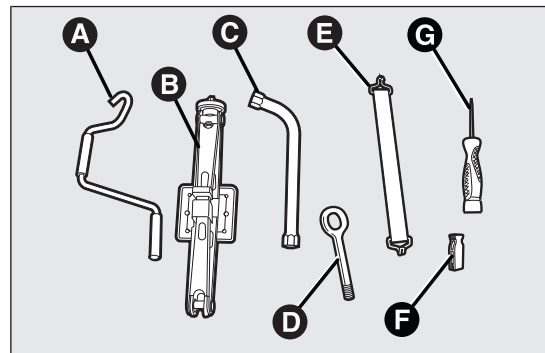
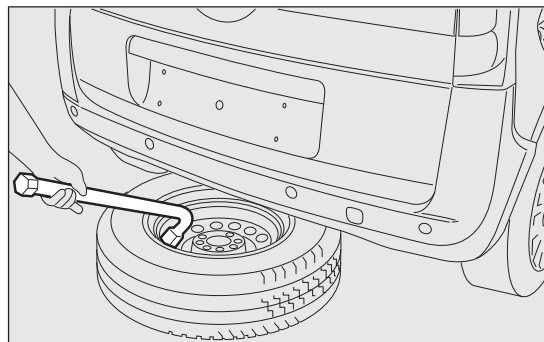

fig. 117
fig. 119
- ☐ dentro de la bolsa se encuentran las siguientes herramientas fig. 117:
- ☐ retirar la llave C fig. 117 y, interviniendo desde el interior del compartimiento de carga, desenroscar el tornillo de bloqueo del soporte de la rueda de repuesto A fig. 118 para permitir que esta última descienda. Para reducir el esfuerzo introducir el destornillador G fig. 117 en el alojamiento ubicado en el interior de la llave C;
- ☐ utilizar la llave C fig. 117 para sacar la rueda del vehículo fig. 119;
- ☐ aflojar una vuelta los tornillos de fijación de la rueda que se debe sustituir utilizando la llave C fig. 117;